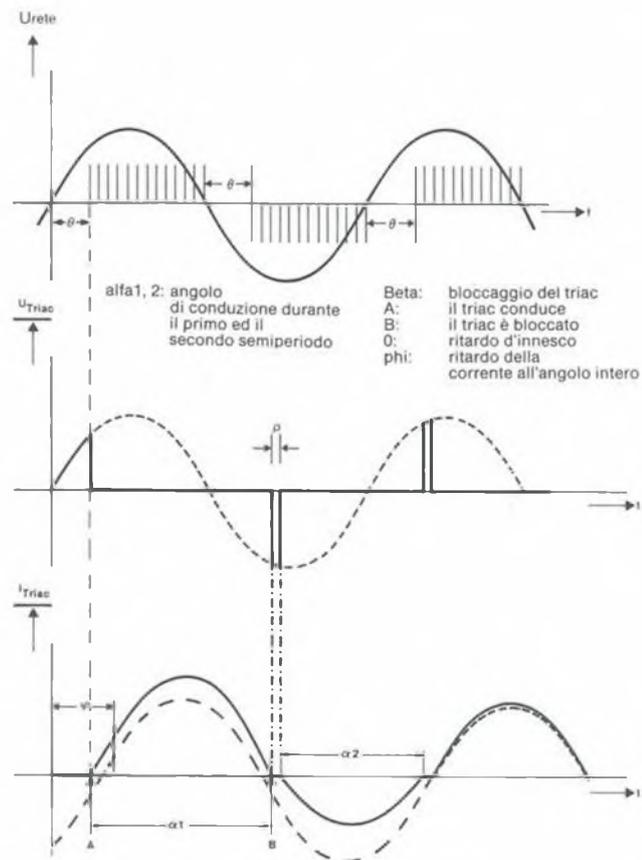

Figura 2. Innesco mediante un treno d'impulsi sincronizzato con la tensione di rete.
La Figura 1c mostra un circuito di controllo per triac leggermente più complicato. Successivamente all'impulso di innesco, vengono generati altri impulsi supplementari, fino al successivo passaggio per lo zero della tensione di rete. Il funzionamento del circuito è illustrato nello schema di temporizzazione della Figura 2. Supponendo una differenza di fase "phi" di 85° tra la tensione di rete e la corrente nel carico ed un angolo di gate  $\theta$  di 60°, il triac viene innescato dopo che è trascorso il ritardo d'innesco (A) e rimane in conduzione fino a circa 240° (B), grazie al treno d'impulsi. Viene poi bloccato in corrispondenza al punto B, ma immediatamente fatto ripartire dal successivo impulso ripetitivo applicato al gate. Durante il primo semiperiodo, il funzionamento è leggermente asimmetrico, ma la durata della conduzione diviene gradualmente più bilanciata, come mostrato dalla curva tratteggiata.
Consultate ancora una volta il diagramma di temporizzazione di Figura 2, per osservare ulteriori particolari riguardanti il funzionamento del circuito. I diodi zener D5-D8 forniscono una protezione contro le sovratensioni e, contemporaneamente, garantiscono una tensione di alimentazione stabile per il circuito di innesco, eliminando le